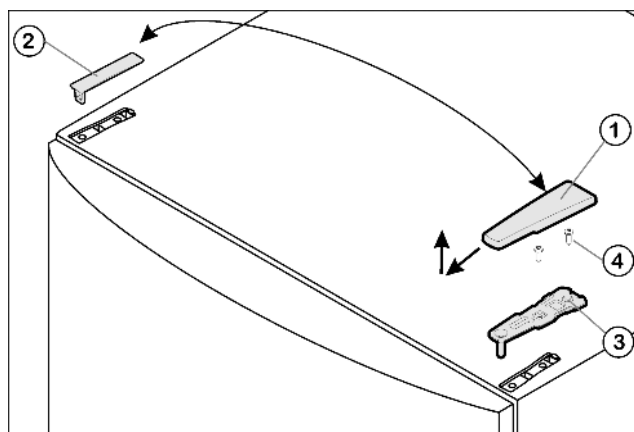

Fig. 4
- ▶ Потяните крышку Fig. 4 (1) вперед и вверх.
- ▶ Снимите крышку Fig. 4 (2).
- ▶ Открутите верхний опорный кронштейн Fig. 4 (3)(2 шт. Torx® 25) Fig. 4 (4) и вытяните вверх.
- ▶ Установите верхний опорный кронштейн *Fig. 4 (3)* на новой стороне шарнира и защелкните в дверце.
- ▶ Привинтите верхний опорный кронштейн (с моментом 4 Нм) (2 шт. Torx® 25) *Fig. 4 (4)*. При необходимости проделайте отверстия или используйте аккумуляторную отвертку.
- ▶ Наденьте и защелкните крышку *Fig. 4 (1)* и крышку *Fig. 4 (2)* на противоположной стороне снаружи.